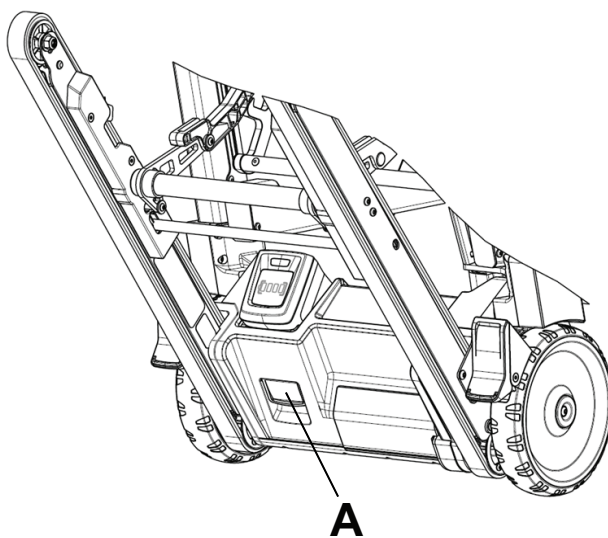

图 10 – 电池释放插门
1. 朝向您拔出红色电池释放插门 (A)，从产品中释放电池 (图 10)。